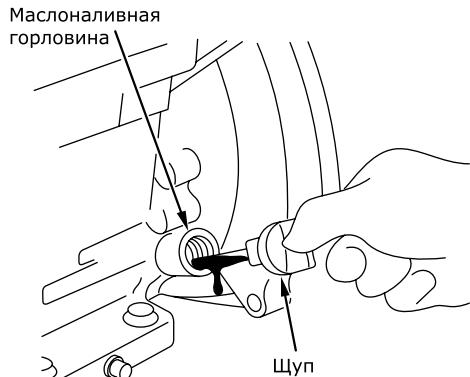

Рис. 3
- Каждый раз перед запуском двигателя и через каждые пять часов работы двигателя проверяйте уровень масла. Поддерживайте уровень масла между отметками Min и Max на масляном щупе или по краю маслоналивной горловины (рис. 3).